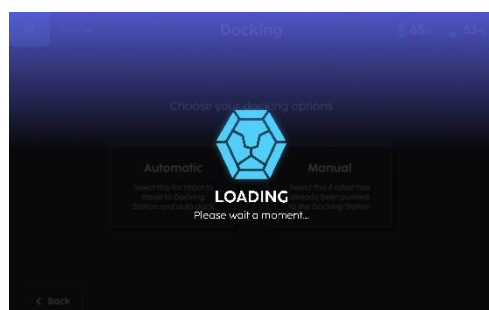

Fig. 12
5. Un écran de rechargement s'affiche suivi d'un message indiquant de baisser la poignée vers le bas (Fig 12 et 13).